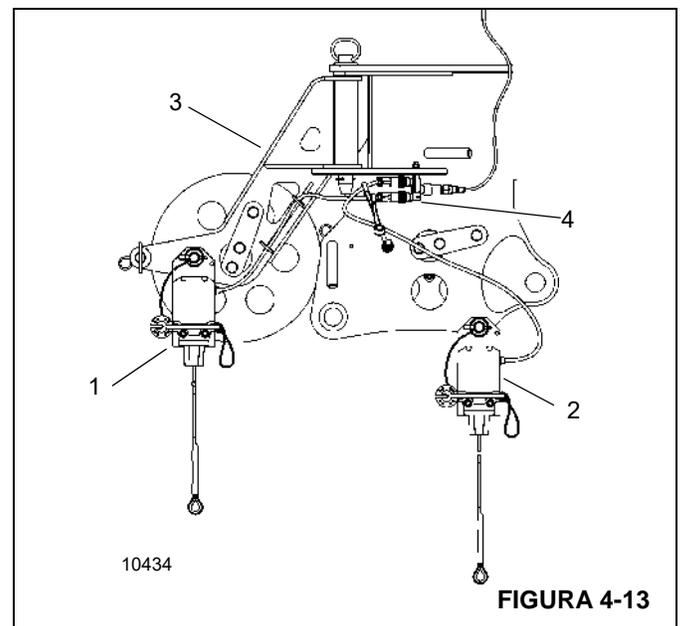

FIGURA 4-13
Utilice el siguiente procedimiento para instalar el interruptor ATB en la punta de la pluma auxiliar (1, Figura 4-13). El conector del interruptor ATB de la punta de la pluma principal (2) está conectado al puerto A del divisor (4). Cuando el ATB no está instalado, se instala una resistencia en el puerto B del divisor. Retire la resistencia y conecte el interruptor ATB de la punta de la pluma auxiliar (1) al puerto B del divisor (4). La resistencia se almacena en la tapa.